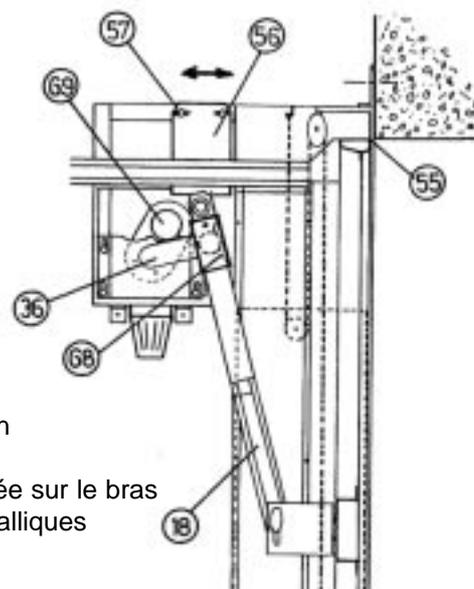

FIGURE 28
- 11) Graisser l'intérieur du bras de manoeuvre (18), l'axe coulissant de la biellette (36), et la lame ressort (68) FIG 28 page 27.
- 12) Boucher les trous dans les piles (2), visibles de l'extérieur dans le cas d'une pose en tunnel, à l'aide des bouchons plastiques de 11 et 5.5.
- 13) Visser les 2 caches contrepoids (12).